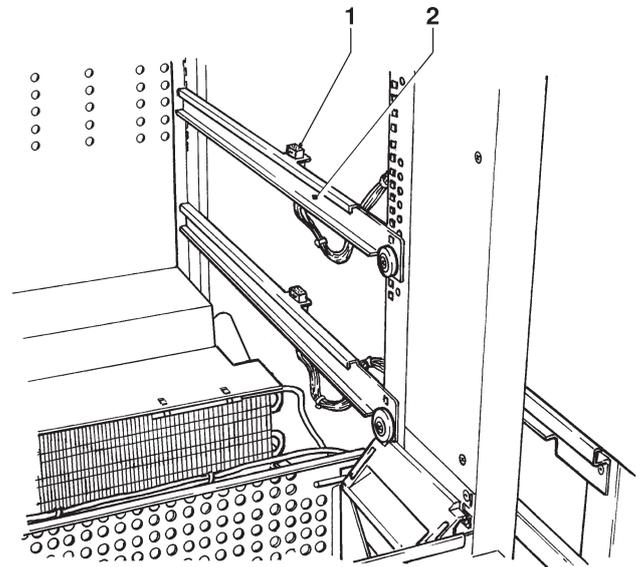

Fig. 30
- Desplazar las guías (véase la fig. 30) colocadas en los apoyos laterales menos las primeras de abajo que permanecen en la misma posición.